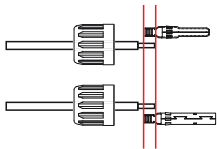

图3.27 将线缆插入端子螺母和金属端子
2. 将线缆插入端子螺母和金属端子，注意线缆插入金属端子的深度（如图3.27所示）。